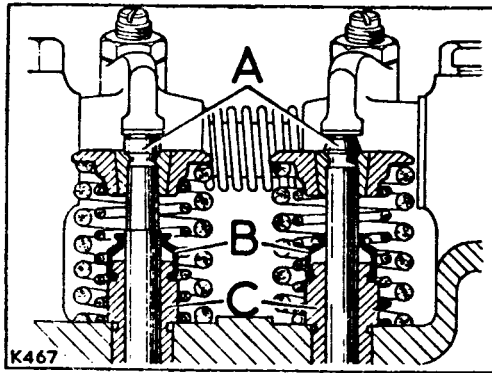

Fig. A4-79.- Posición de las gufas de válvulas y retenes de aceite.
- 2.2.- Retirar los retenes (B) (Fig. A4-79) de aceite de las gufas de válvula (C).
- 6.1.- Instalar los retenes de aceite en las guías de las válvulas (Fig. A4-79).